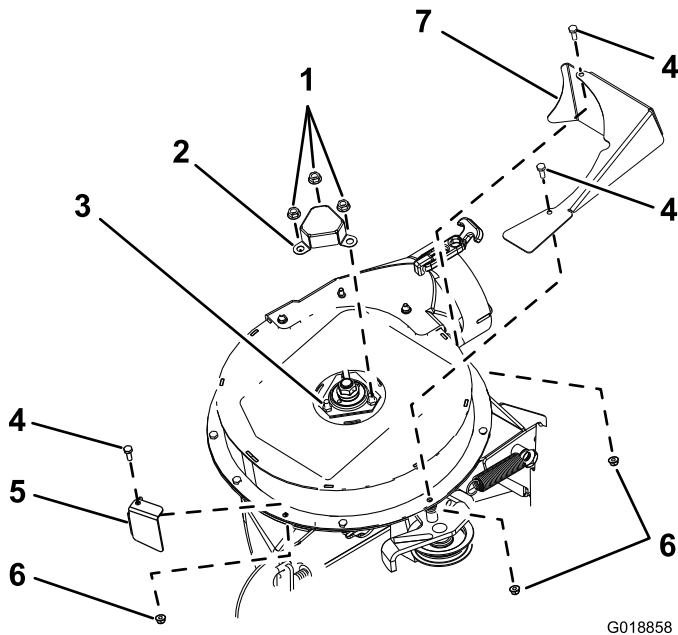

Bild 8
1. Fluchten Sie die Wellenschutzvorrichtung mit den drei Schrauben und drei Muttern aus, mit denen das obere Lagergehäuse befestigt ist (Bild 8).
Entfernen der Wellenabdeckung und der Befestigungen (Seite 4) entfernt haben, am Gebläse, siehe Bild 8).
1. Fluchten Sie die vordere Schutzvorrichtung mit dem oberen Gebläsegehäuse aus (Bild 8).
2. Befestigen Sie die vordere Schutzvorrichtung mit einer Sechskantschraube (1/4" x 3/4") und einer Sicherungsmutter (1/4"), die Sie in Schritt 3 von Entfernen der Wellenabdeckung und der Befestigungen (Seite 4) entfernt haben, am oberen Gebläsegehäuse, siehe Bild 8.
3. Fluchten Sie die Schutzvorrichtung der Spannvorrichtung mit dem oberen Gebläsegehäuse aus (Bild 8).
4. Befestigen Sie die Schutzvorrichtung der Spannvorrichtung mit zwei Sechskantschrauben (1/4" x 3/4") und zwei Sicherungsmuttern (1/4"), die Sie in Schritt 3 von Entfernen der Wellenabdeckung und der Befestigungen (Seite 4) entfernt haben, am oberen Gebläsegehäuse, siehe Bild 8.